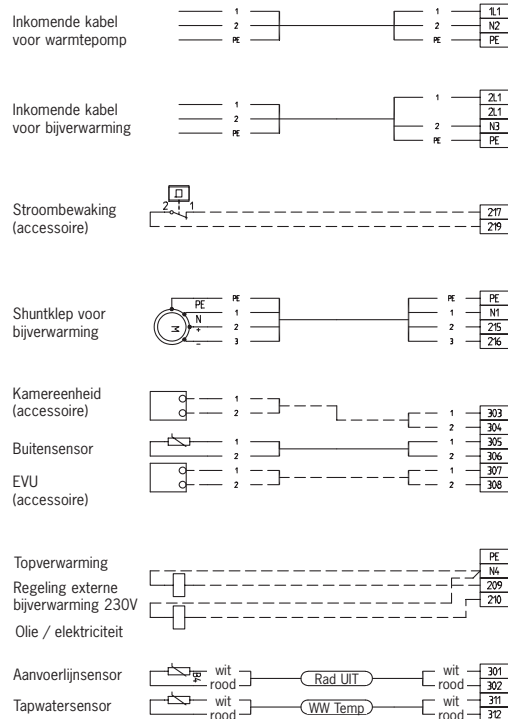

Fig. 11. Regelapparatuur en externe sensoren aansluiten
- Sluit de sensor aan op de klemmen volgens fig. 11.